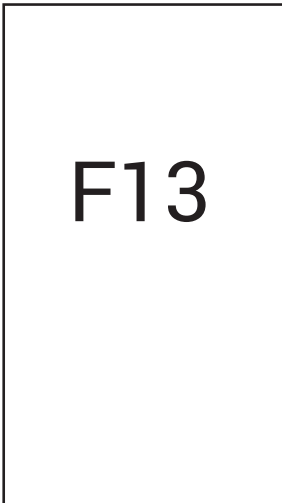

fig. 4
**Anomalia tipo F (fig. 4):** Anomalia il cui ripristino sarà automatico dopo la risoluzione del problema.